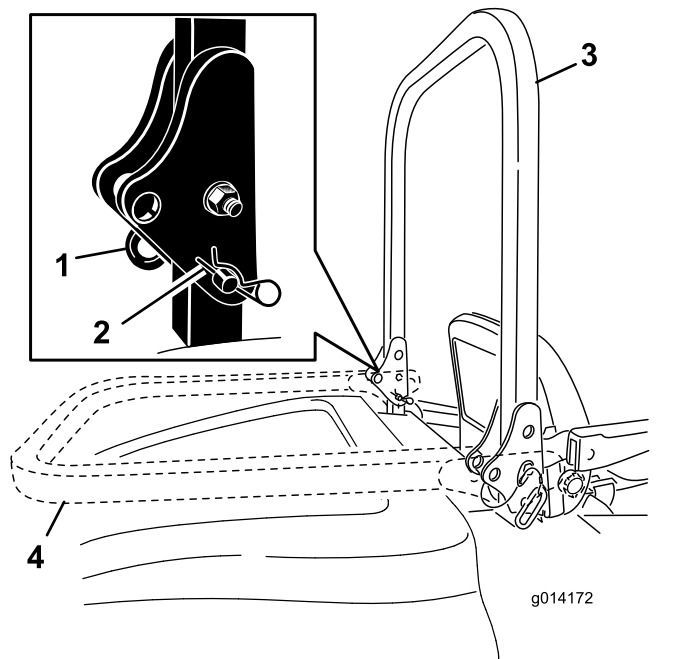

Figure 11
1. Pour abaisser l'arceau de sécurité, retirez les goupilles fendues, poussez l'arceau de sécurité en avant contre les ressorts et retirez les 2 axes (Figure 11).
2. Faites pivoter l'arceau de sécurité à la position abaissée (Figure 11).
3. Posez les 2 axes et fixez-les avec les goupilles fendues (Figure 11).
4. Pour relever l'arceau de sécurité, retirez les goupilles fendues puis les 2 axes (Figure 11).
5. Relevez complètement l'arceau de sécurité puis insérez les 2 axes et fixez ces derniers avec les goupilles fendues (Figure 11).